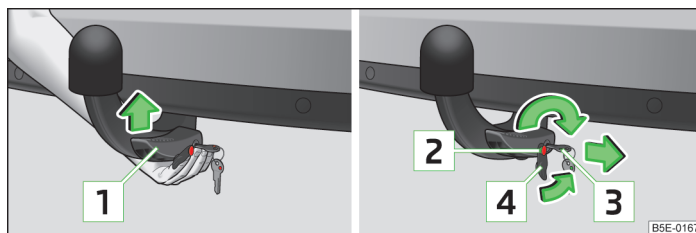

Abb. 148 Kugelstange einsetzen / Schloss verriegeln und Schlosskappe aufsetzen
- Die Kugelstange **von unten** » Abb. 148 fassen und in den Aufnahmeschacht bis zum hörbaren Einrasten einsetzen » **i**.
Der Hebel **1** » Abb. 148 dreht sich **selbsttätig** nach oben und der Auslösebolzen **2** fährt heraus (sein roter sowie grüner Teil ist sichtbar) » **i**.
- Die Kappe **4** » Abb. 148 auf das Schloss in Pfeilrichtung stecken » **i**.